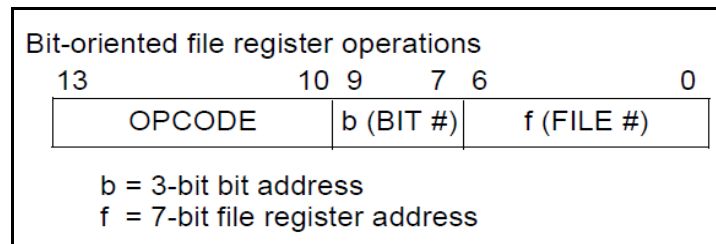

Figure IV.2.
- les instructions **BIT-ORIENTED** (orientées **bit**) : cf. figure IV.2.